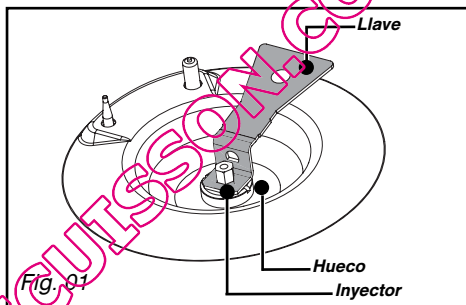

Fig. 01
- Con ayuda de la llave suministrada, desatornille los inyectores situados en el fondo de cada hueco y quítelos (Fig. 01).